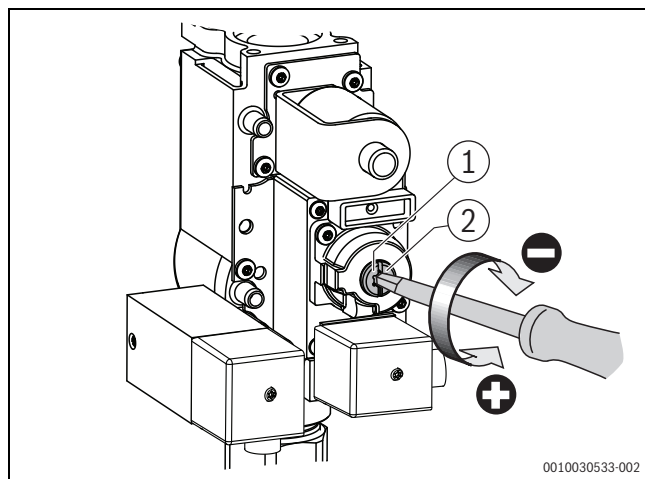

Bild 15 O₂-Gehalt bei Teillast einstellen (Kesselgröße 75 – 100 kW)
- ▶ Verschlusschraube an der Gasarmatur herausdrehen (→ Bild 15 und 16).
- ▶ O₂-Wert an der Teillast-Einstellschraube auf 4,5% -0,9%/+1,8% einstellen (→ Bild 15 und 16).